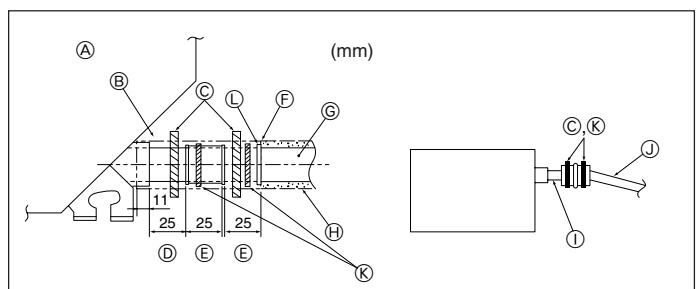

Fig. 3-5
- ⑨ Tubo PVC de 32 de diâmetro externo
- ⑩ Faça o mais largo possível
- ⑪ Unidade interior
- ⑫ Faça a dimensão da tubagem suficientemente grande para a tubagem agrupada
- ⑬ Inclinação descendente (1/100 ou mais)
- ⑭ Tubo PVC de 38 de diâmetro externo para tubagem agrupada. (isolação de 9 mm ou mais)
- ⑮ Até 85 cm
1. Ligue o bocal de drenagem (fornecido com a unidade) à porta de drenagem. (Fig. 3-5) (Fixe o tubo com adesivo PVC e depois ate-o com uma banda.)
- ① Unidade
- ② Material de isolamento
- ③ Banda (grande)
- ④ Porta de drenagem (transparente)
- ⑤ Margem de inserção
- ⑥ Adequaçao